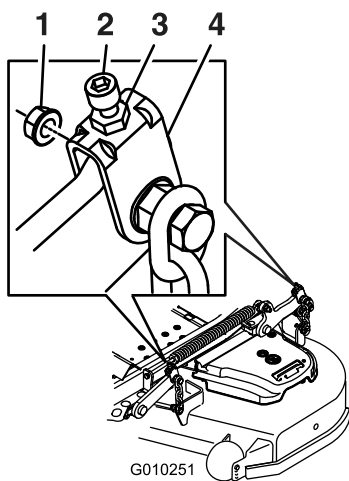

Figura 98
11. Per i piatti di taglio illustrati nella Figura 98, mettete a punto il dado di regolazione sul gruppo di sollevamento del piatto di taglio anteriore ruotandolo (Figura 98).
17. Mettete a punto la vite di regolazione ruotando fino a un'altezza di 8,3 cm (vedere Figura 98).